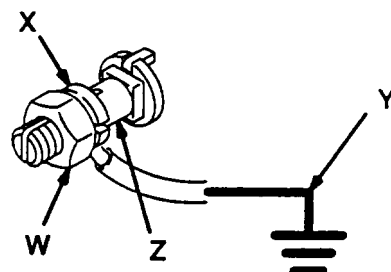

Fig. 1
1. Bomba: Utilizar la grapa y el cable como se muestra en la Fig. 1.